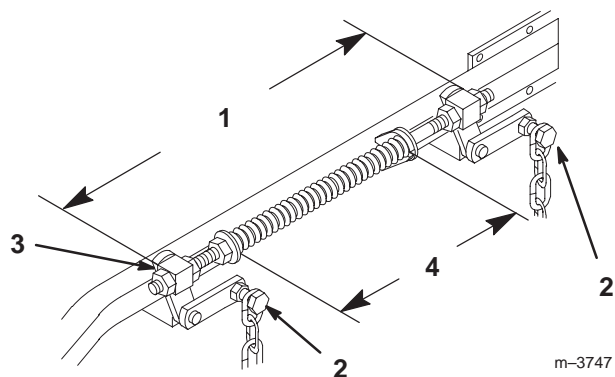

Figure 59
6. Desserrez les quatre (4) boulons de chaîne supérieurs dans les fentes. Vérifiez la longueur des ensembles tige/pivot. Il doit exister un écart de 496 mm entre l'extérieur du pivot arrière et l'extérieur du pivot avant (Fig. 59). Vérifiez que les quatre pivots bougent librement dans les trous.
2. Les ressorts sont comprimés pour obtenir un écart de 260 mm entre les deux grandes rondelles (Fig. 59).
3. Tournez l'écrou devant chaque ressort pour obtenir le réglage voulu (Fig. 59). Tournez l'écrou dans le sens horaire pour raccourcir le ressort et dans le sens anti-horaire pour l'allonger.